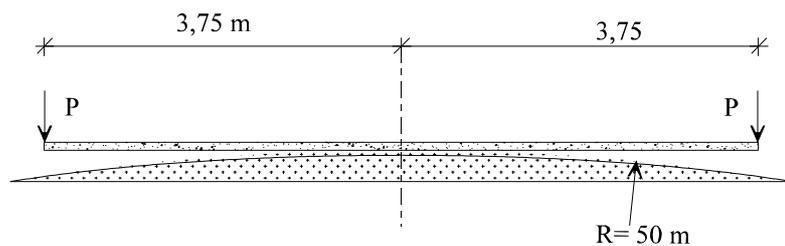

Figura 5
5) La figura 5 muestra una viga apoyada como un balancín sobre un terreno indeformable en montículo de perfil circular, cuyo radio se acota en la propia figura. La viga es de acero de módulo de elasticidad $E = 2 \times 10^5$ MPa y límite elástico $\sigma_p = 200$ MPa; su sección es rectangular, de 8 cm de canto por 4 cm de ancho. Sobre los extremos de la viga actúan sendas cargas puntuales P , cuyo valor aumentará gradualmente. La viga, al flectar por efecto de estas cargas, se apoyará progresivamente sobre el terreno. Se pide: